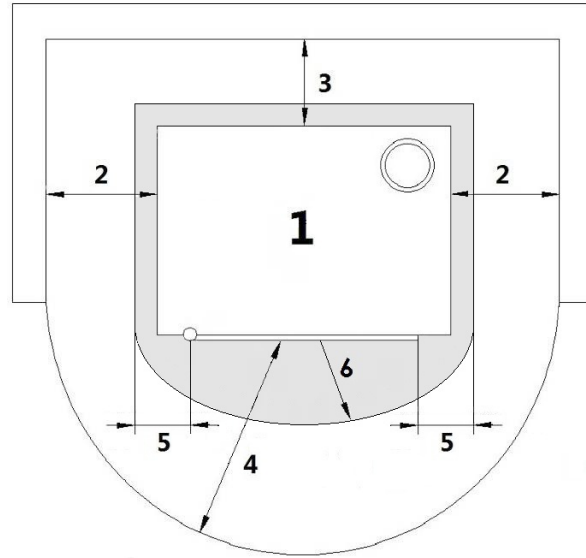

Fig. 10 - Instalación genérica
- Las estufas instaladas aisladas tienen que ser sacadas de eventuales paredes y/o muebles y con un hueco de aire mínimo por los lados y por detrás para permitir un enfriamiento eficaz del aparato y una buena distribución del calor en el ambiente (véase **Fig. 10 a pág. 13**).
- Para las normas de seguridad contra incendios hay que respetar las distancias de objetos inflamables o sensibles al calor (sofas, muebles, revestimientos de madera, etc...) como en **Fig. 10 a pág. 13**.
- Si el suelo está constituido por material inflamable, hay que realizar una protección (placa de acero, refractario, marmol...) en material no inflamable. Para las dimensiones de la protección véase **Fig. 10 a pág. 13**.